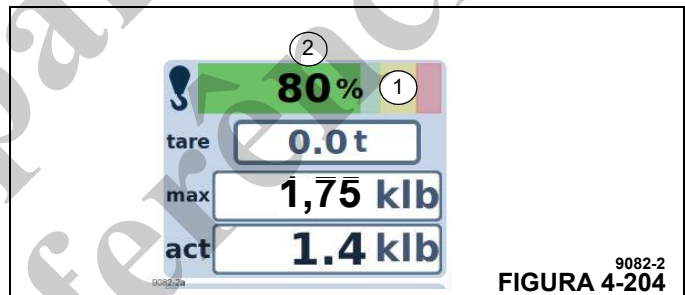

FIGURA 4-204
O grau de utilização exibe o peso da carga atual como uma porcentagem da carga máxima possível. O mostrador (2, Figura 4-204) exibe o valor percentual. O mostrador (1) exibe as faixas em cores diferentes: